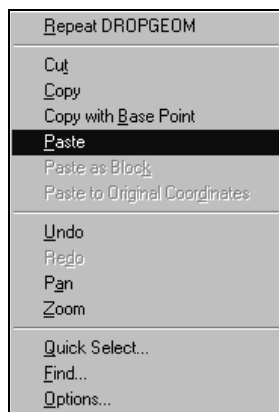

Рис. 7.15. Контекстное меню при вставке слоя из буфера обмена
- Из контекстного меню выбрать **Paste** (Вставить) (рис. 7.15).